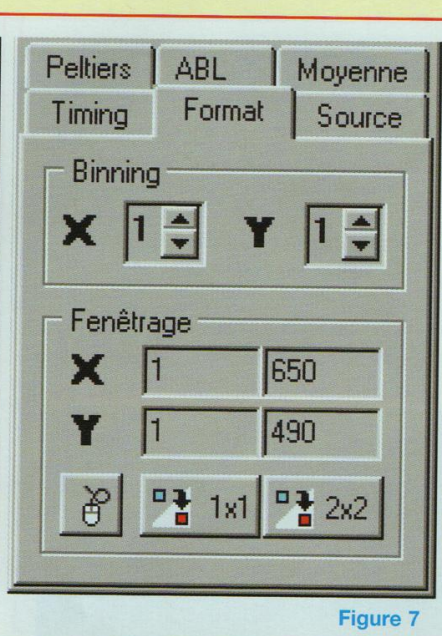

Figure 7
• L'ONGLET « FORMAT » (figure 7)